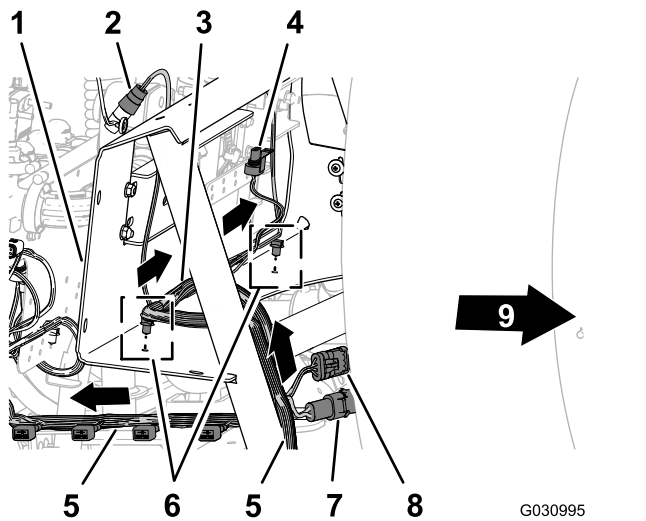

Bild 98
- Verlegen Sie den 203-cm-Zweig des Kabelbaums an der Innenseite der Stützstrebe für die Ventilbefestigung und nach hinten zur 10-Ventil-Befestigung, wie in Bild 98 abgebildet.
- Verlegen Sie den 81-cm-Kabelbaumzweig für das Durchflussmessgerät und das Rührwerkventil über die Vorderseite der Verteilerbefestigung (Bild 98).
- Stecken Sie die Eindrückbefestigungen des 81-cm-Kabelbaumzweigs in die Löcher im unteren Flansch der Verteilerbefestigung (Bild 98).